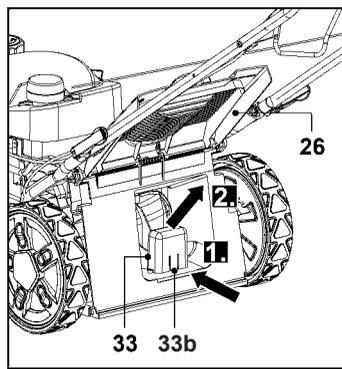

Рис. 17
2. Сожмите защёлку (33b) и извлеките её из паза заднего жёлоба для выброса травы (30а), затем извлеките мульчирующую вставку (33) (рис. 17).